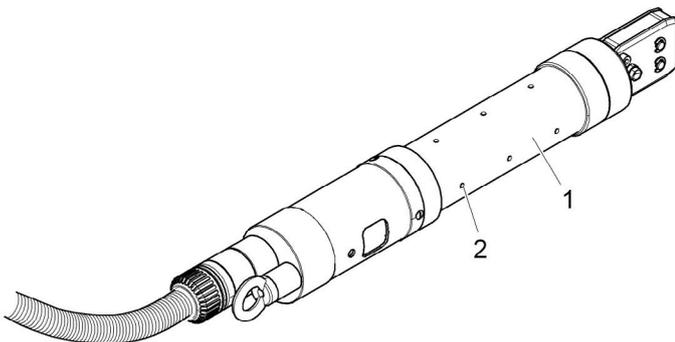

Abb. 12 Entlüftungsbohrungen
- ▶ Entlüftungsbohrungen (Abb. 12/2) am Zangenkörper (Abb. 12/1) beim Arbeiten nicht zuhalten.